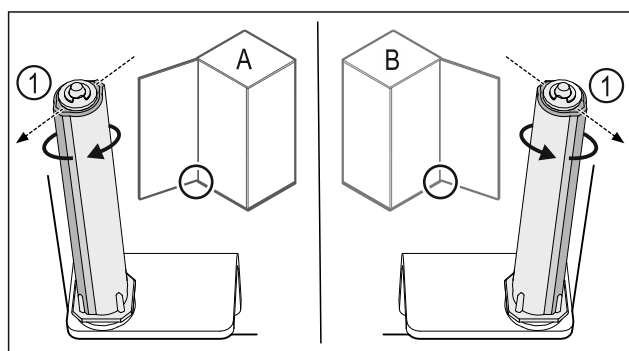

Fig. 55 Ľavý doraz (A)/pravý doraz (B)
- ▶ Otáčajte systém zatvárania proti odporu, kým nebude mostík systému zatvárania Fig. 55 (1) ukazovať von.